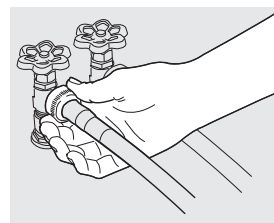

Fig. 5
5. Raccordez le tuyau d'entrée d'eau CHAUDE à l'alimentation en eau CHAUDE et le tuyau d'entrée d'eau FROIDE à l'alimentation en eau FROIDE. (Fig 5).